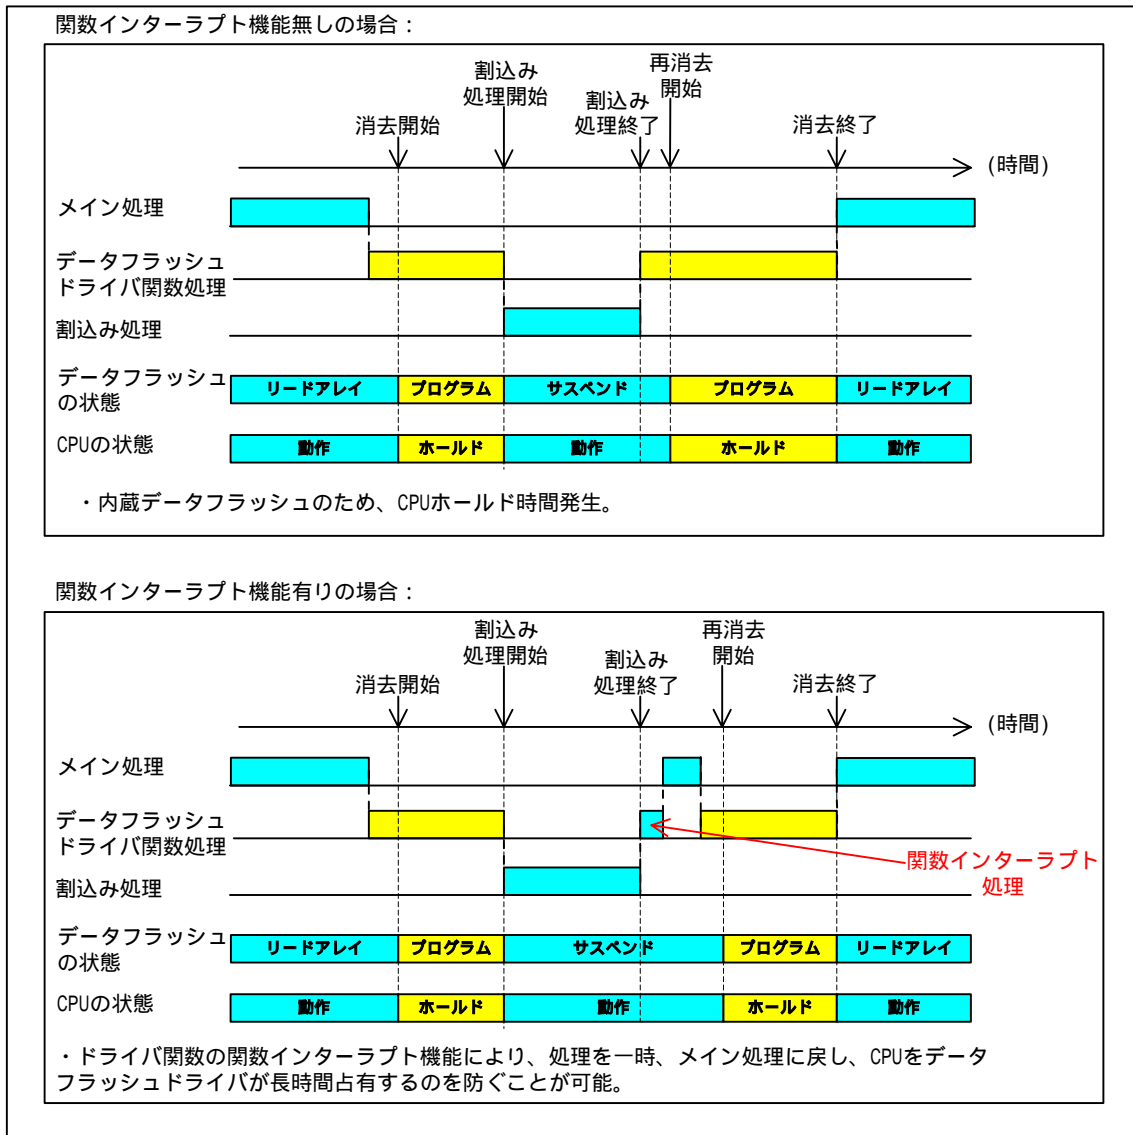

図 4 . 1 . 1 . 関数インターラプト機能の動作説明
- 7: 関数インターラプト機能を使用したときの CPU の状態を消去処理を例として、図 4 . 1 . 1 に示します。